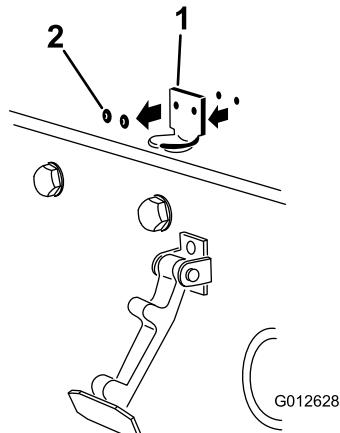

Figure 3
- Retirez les 2 rivets qui fixent le support du loquet au capot (Figure 3).